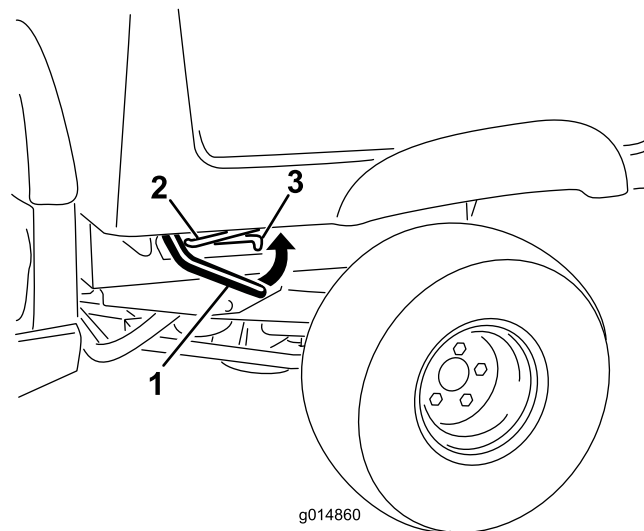

Figura 17
1. Alzate le leve ai lati del cassone e sollevatelo (Figura 17).
2. Tirate l'asta di supporto nella fessura di arresto per ancorare il cassone (Figura 17).